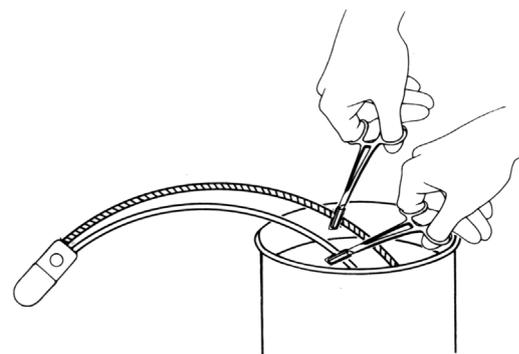

Abbildung 4-2b. Gefäßklemmen mit Schlauchenden in der Fülllösung
4. Mit Schlauchmaterial ummantelte Gefäßklemmen verwenden, um jeden Schlauch 4 bis 5 cm vom Ende abzuklemmen (eine Einkerbung), während der Schlauch in der Flüssigkeit eingetaucht bleibt (**Abbildung 4-2b**).